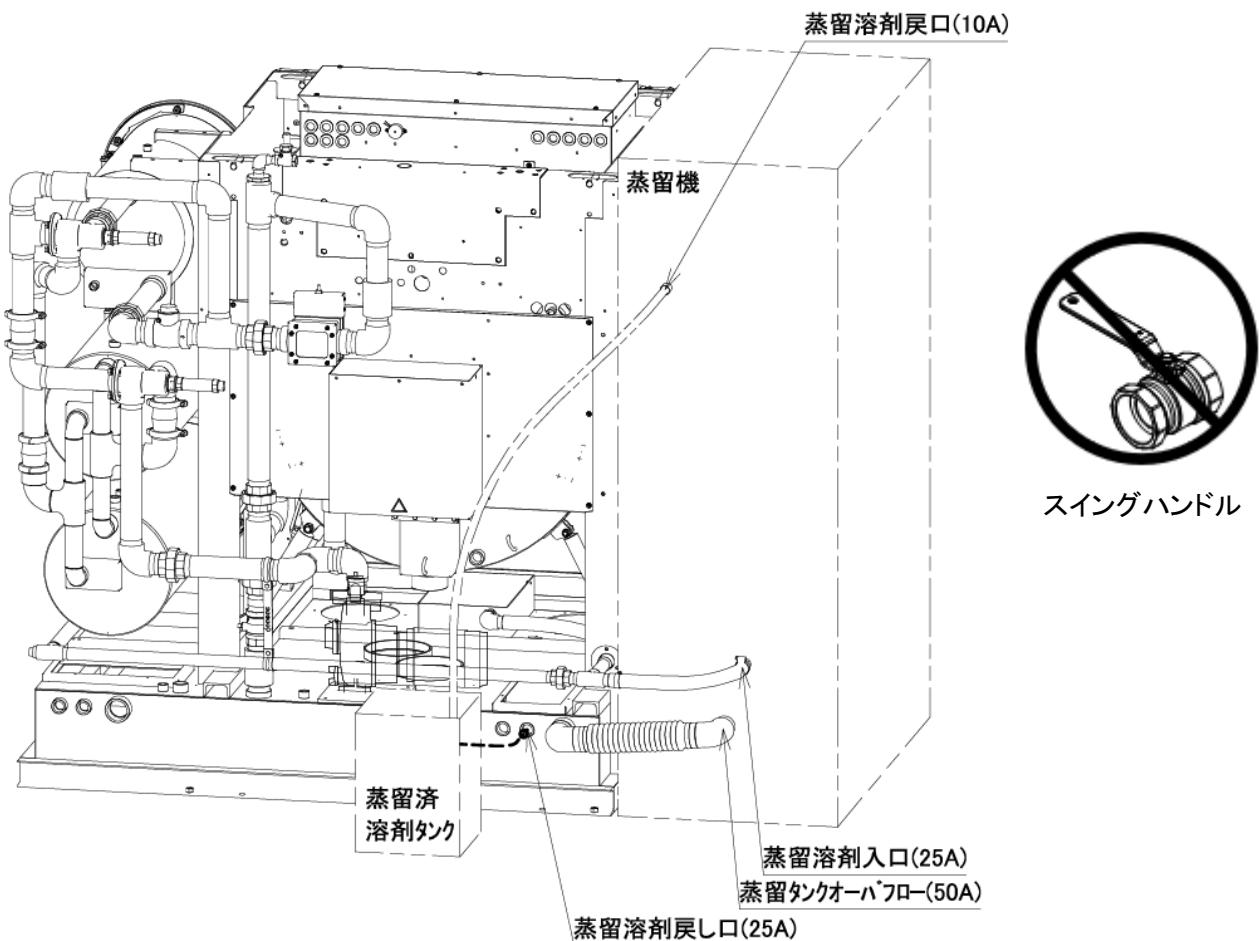

図 5-4
- ・ベースタンクから蒸留溶剤入口に直接接続する場合（図 5-4）